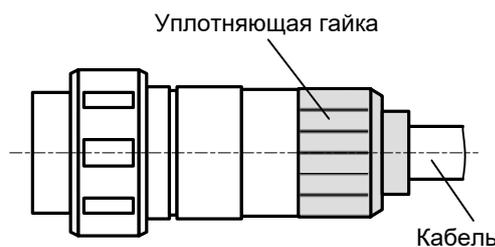

Рис.38. Кабельный разъем.
- надежности электрических и механических соединений, включая уплотняющую гайку зажима кабеля (рис.38).